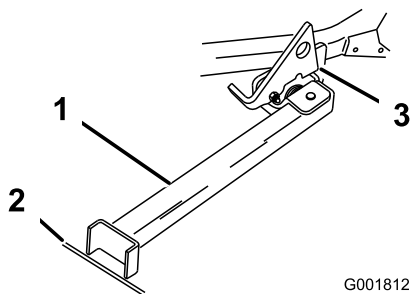

Figura 40
3. Alzate il dispositivo di chiusura. Portate il piede del supporto sul davanti e spostate il supporto verso la macchina, nell'intaglio inferiore (Figura 39e Figura 40).
4. Mettete a terra il piede del supporto ed appoggiate il dispositivo di chiusura sull'aletta orientabile (Figura 40).
Nota: Per ottenere risultati ottimali, appoggiate il piede del supporto nelle fessure del marciapiede o nel tappeto erboso (Figura 40).
6. Guidate sul supporto. Fermatevi quando il dispositivo di chiusura cade sull'aletta e si chiude (Figura 40). Una volta sul supporto, innestate il freno di stazionamento e spegnete il motore.